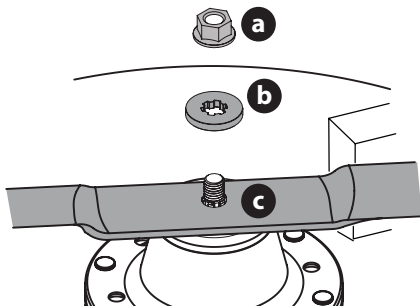

Fig. 56
- Retirez le contre-écrou à collerette (a) et la rondelle plate (b) de l'arbre de broche et retirez la lame (c) (Fig. 56).